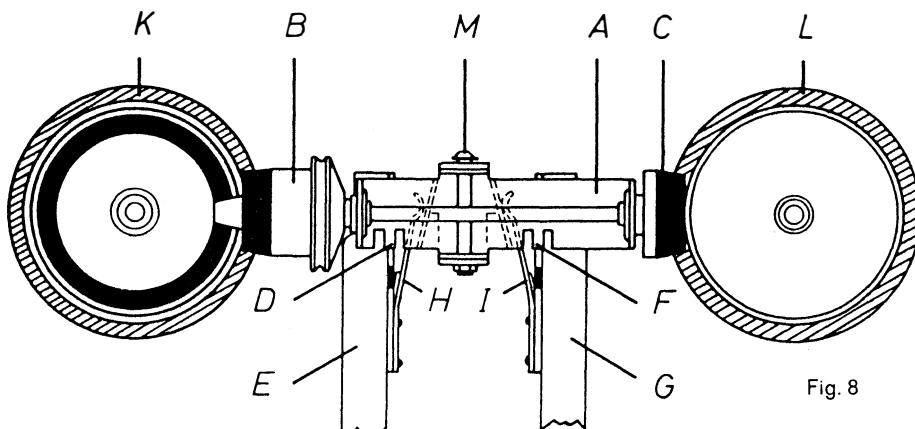

Fig. 8
### 2.5 Fast Forward and Rewind (see Fig. 8)
### 2.5 Défilement accéléré en avant et en arrière (voir fig. 8)
### 2.5 Avance y retroceso rápidos (véase fig. 8)
**2.51 Checking the Fast Forward/Rewind See-Saw (see Fig. 8)**
**2.52 Adjusting the Fast Forward/Rewind See-Saw (see Fig. 8)**
**2.53 Checking the Fast Forward and Rewind Functions (see Fig. 8)**
**2.51 Contrôle de la flèche pour le défilement accéléré en avant et en arrière (voir fig. 8)**
**2.51 Verificación del balancín para Avance-Retroceso (véase fig. 8)**
**2.52 Ajuste del balancín para Avance-Retroceso (véase fig. 8)**
**2.53 Contrôle du défilement accéléré en avant et en arrière (voir fig. 8)**
**2.53 Verificación de Avance-Retroceso (véase fig. 8)**
**2.54 Adjusting the Fast Forward and Rewind Functions (see Figs. 8 and 9)**
**2.54 Réglage du défilement accéléré en avant et en arrière (voir fig. 8 et 9)**
**2.54 Ajuste de Avance-Retroceso (véase figs. 8 y 9)**